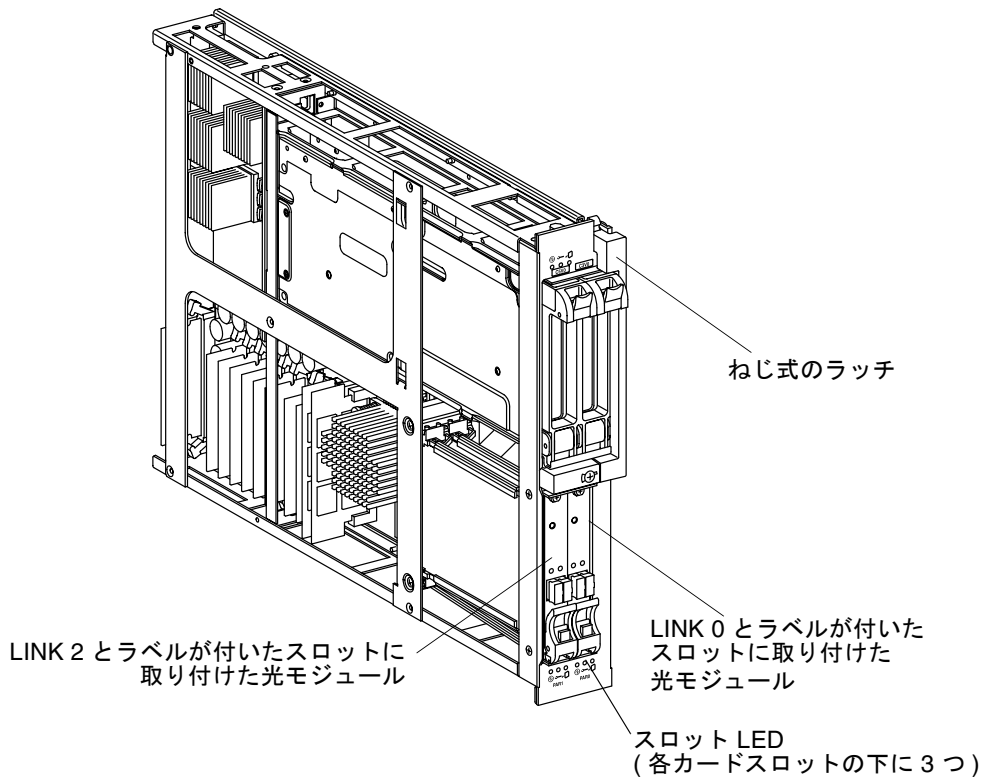

図 3-3 Sun Fire 15K/12K システムの Sun Fire Link アセンブリ
Sun Fire Link アセンブリ (図 3-3) は、Sun Fire 15K/12K システムの hsPCI 入出力 (I/O) アセンブリと同じ形状をしています。
各 Sun Fire Link アセンブリ (図 3-3) は、4つのスロットを備えています。スロット 0 および 3 は標準の hsPCI スロットで、光モジュール以外の、Sun Fire 15K/12K システムでの使用が認められている PCI カードを取り付けることができます。LINK 0 および LINK 2 のスロットは、Sun Fire Link の光モジュールだけに使用します。
4. プラスのねじ回し (Phillips の 1 番) をねじ式のラッチに差し込んで (図 3-3)、反時計方向に回してレバーを外し、キャリアの取り付け / 取り外しレバーを持ち上げます。